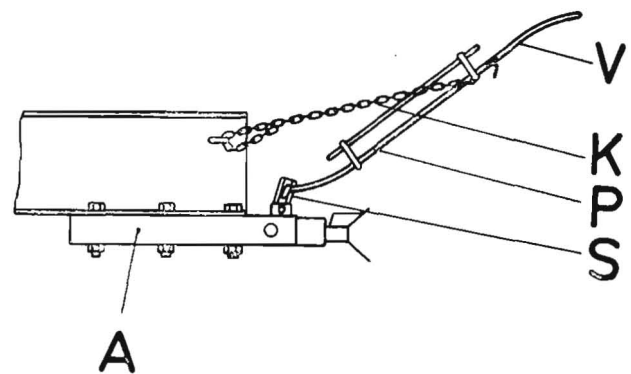

Bild 11
Die Verlängerungen (V) sind verschiebbar angardnet und dem Anhänger anzupassen (Bild 11).